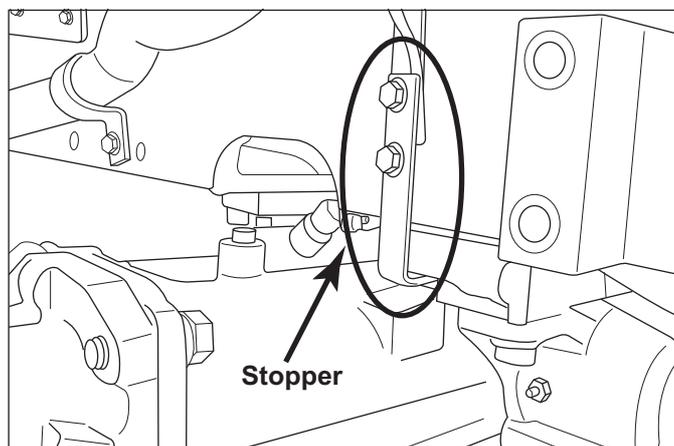

FIG. 6-36
**FIG. 6-36:** Une pression correcte des pneus contribue à leur longévité. Si un pneu présente des entailles profondes, des coups ou est crevé, il doit être réparé ou remplacé par un personnel qualifié dès que possible.